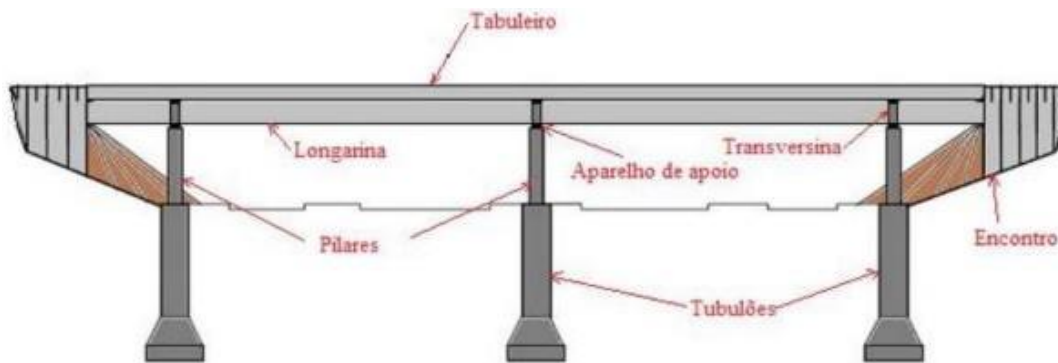

Figura 5: Exemplo de divisão estrutural de uma ponte (Jovem, T.P. 2017- Dissertação UFRN)
- No máximo 05 (cinco) Transversinas. Os elementos estruturais são demonstrados na figura 5